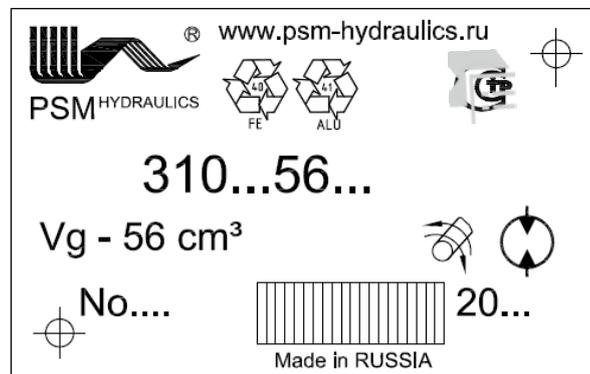

Рисунок 9 – Табличка
1.9.1 Маркировка изделия выполнена на табличке (рисунок 9), прикрепленной к корпусу, и содержит следующие сведения: